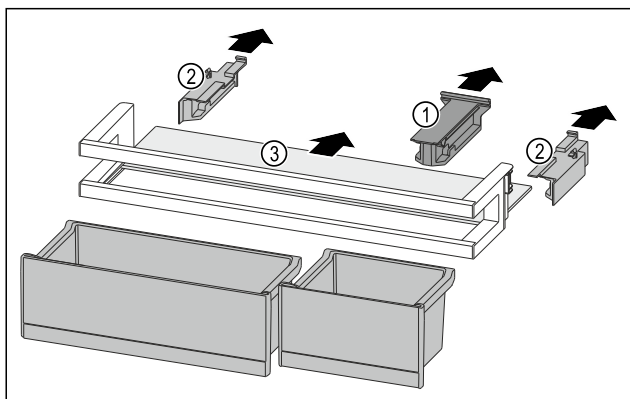

Fig. 81
- Halteteil Fig. 81 (1) abziehen.
- Seitenteile Fig. 81 (2) abziehen.
- Abstellfläche Fig. 81 (3) entnehmen.